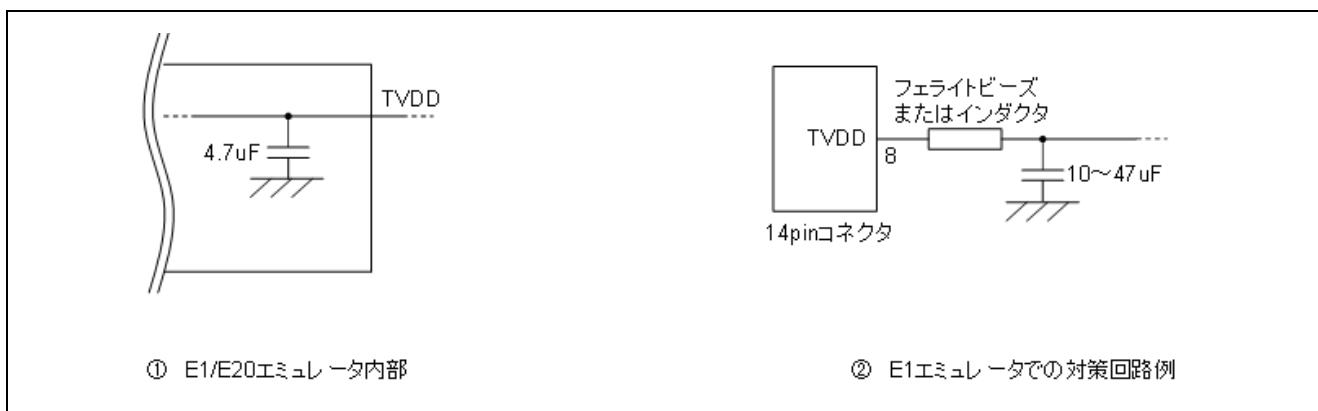

図 2-9 ホットプラグイン向け対策回路
ホットプラグイン接続を行う可能性がある場合には、下記のような回路構成にしておく必要があります。図 2-9 ①のように E1 エミュレータの 8 番ピンには、エミュレータ内部で  $4.7\mu\text{F}$  のコンデンサが付いているため、ホットプラグイン接続を行う場合はユーザシステム上の電源電圧が一瞬低下する場合があります。この電圧降下により MCU リセットが発生する可能性があります。図 2-9 ②に示すように、エミュレータ接続コネクタの TVDD ラインの直近にフェライトビーズ(またはインダクタ)と低 ESR で大きめなコンデンサを付けることで症状を軽減することができますが、本対策は、電圧降下を完全に改善するものではありません。なお、ホットプラグイン接続はデバッグ時のみ有効な機能であり、本機能を使用する場合は、別売のホットプラグインアダプタが必要です。